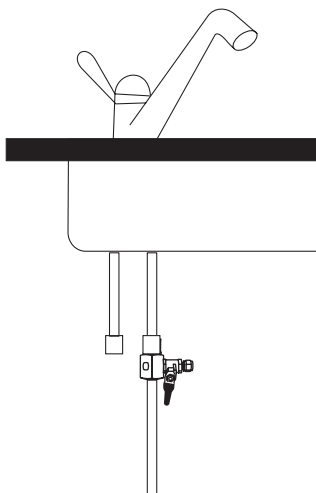

Рис. 10
2.4. Установите клапан в сборе в разрыв подводящего шланга и арматуры смесителя, как показано на рис. 10.